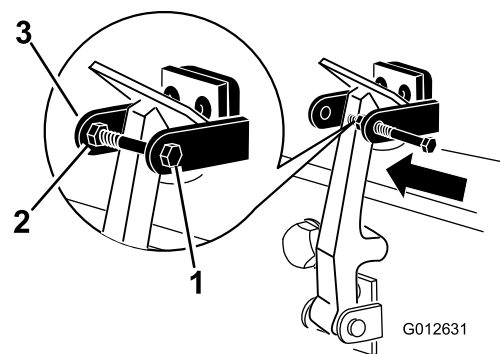

Figura 7
7. Aperte o parafuso no outro braço do suporte do trinco do capot e prenda o trinco na posição (Figura 7). Aperte o parafuso firmemente, mas não aperte a porca.